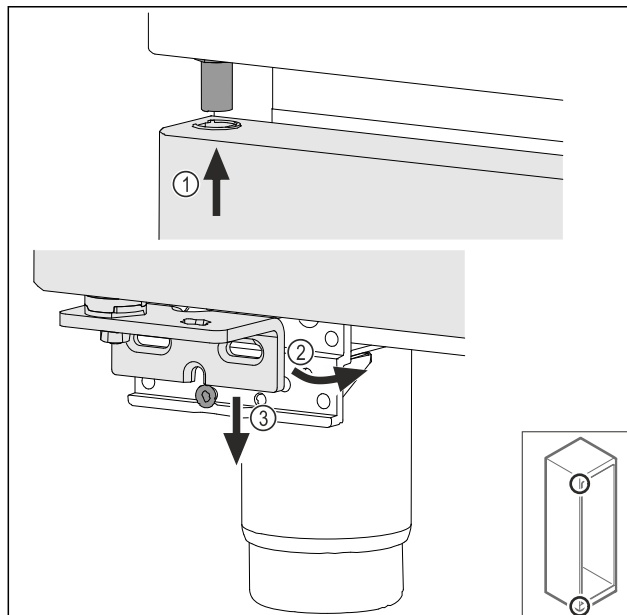

Fig. 47
- Pange uks veidi kallutatult sisse Fig. 47 (1), joondage uks sirgelt välja Fig. 47 (2) ja asetage all laagripuki poldile Fig. 47 (3).